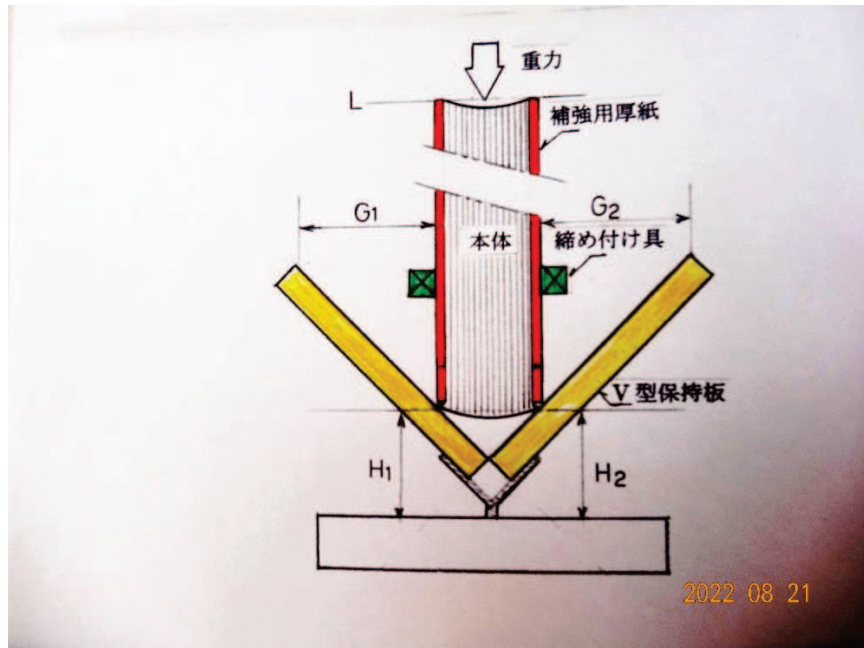

図1 背・小口の丸みの重力による復元
- （5） 締め付け具の 2 個の蝶ネジを少しずつ均等に緩めると V 型保持板に支持された本体の背は自然に弓型にしなり、小口の丸みも自動的に復元されます。（図 1）（写真 2）
- （8） 図 1 において、 $H_1 = H_2$ 、 $G_1 = G_2$ および L（小口の両端を結ぶ線）が水平になるように修正し、確認したら締め付け具で固定します。